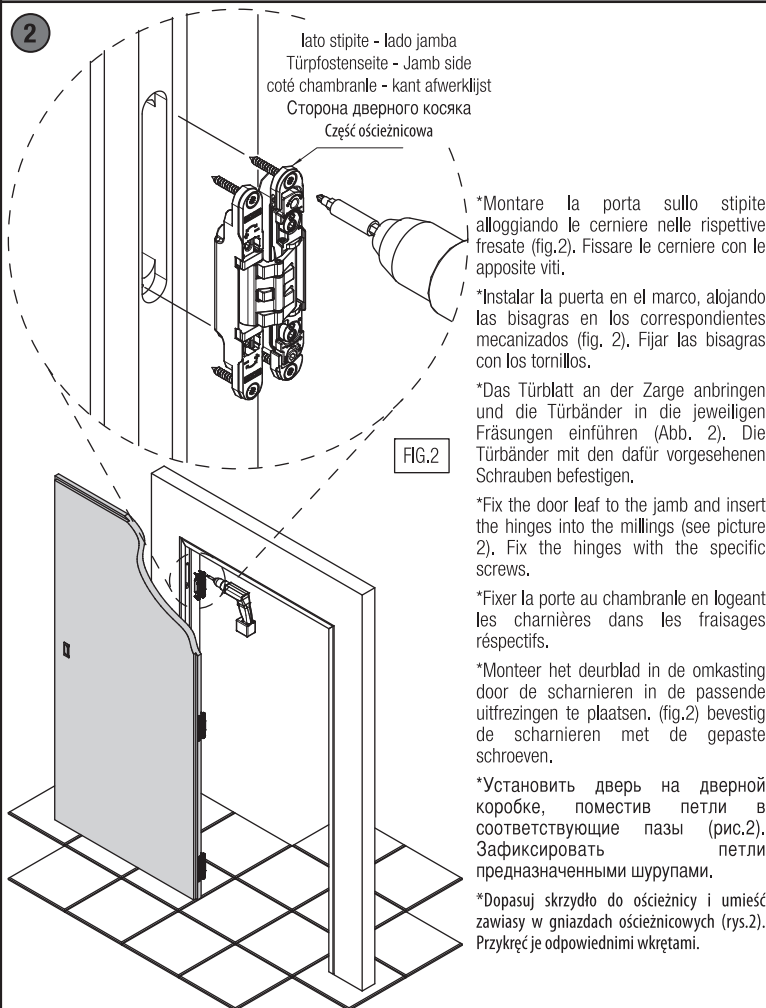

FIG.1
- *Alloggiare le cerniere nelle rispettive fresate sulla porta (fig.1) e fissarle con le apposite viti.
- *Alojar las bisagras en los mecanizados de la puerta (fig.1) y fijarlas con los tornillos suministrados.
- *Die Scharniere in die jeweiligen Fräsungen der Tür einführen (Abb.1) und sie mit den vorgesehenen Schrauben festziehen.
- *Set the hinges in the relative door leaf millings (fig.1) and fix them with the relative screws.
- *Insérer les charnières dans les fraisages de la porte (fig.1) et les fixer avec les vis prévues.
- *Plaats de scharnieren in de freesgaten van de deur (fig.1). Monteer het scharnier met passende schroeven.
- *Поместить петли в соответствующие пазы в двери (рис.1) и зафиксировать предназначенными шурупами.
- *Umieść zawiasy w odpowiednich gniazdach skrzydłowych (rys.1) i przykręć je odpowiednimi wkrętami.